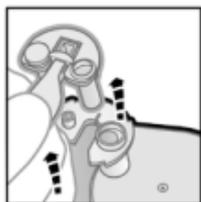

图1
2. 用拇指和食指捏住小接头，同时另一只手拿稳药筒，将药筒盖全部拿掉。（图1）